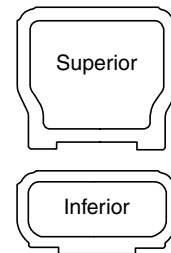

fig. 1
**Un kit de barandal lineal (fig. 1) que contiene:**
**Un kit de barandal de escalera (fig. 1) que contiene:**